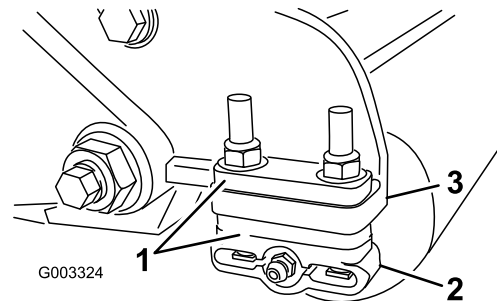

**Figura 17**
3. En un extremo del molinete, inserte una tira de papel de periódico entre el molinete y la contracuchilla (Figura 17). Mientras gira el molinete lentamente hacia adelante, gire en el sentido de las agujas del reloj el tornillo de ajuste de la barra de asiento (Figura 16) (en el mismo extremo del molinete), un clic a la vez, hasta que el papel quede ligeramente aprisionado cuando se inserta desde delante, paralelo a la contracuchilla. Se notará una ligera resistencia al tirar del papel.
5. Cuando termine el ajuste, compruebe si el molinete 'pellizca' un papel cuando se inserta desde delante, y si corta el papel cuando se inserta perpendicular a la contracuchilla (Figura 17). Debe ser posible cortar el papel con un contacto mínimo entre la contracuchilla y las cuchillas del molinete. Si se nota una resistencia excesiva del molinete, será necesario afilar o amolar la unidad de corte para conseguir los filos necesarios para un corte de precisión (consulte el Manual de afilado de molinetes de Toro (Sharpening Reel and Rotary Mowers, Impreso N° 80-300PT)).